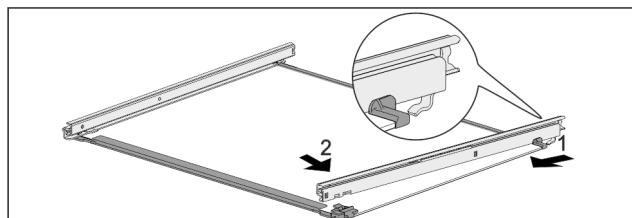

Fig. 85 Placa de sticlă cu şine
- Agătați şina în partea din spate. Fig. 85 (1)
- Închideți şina în partea din față. Fig. 85 (2)